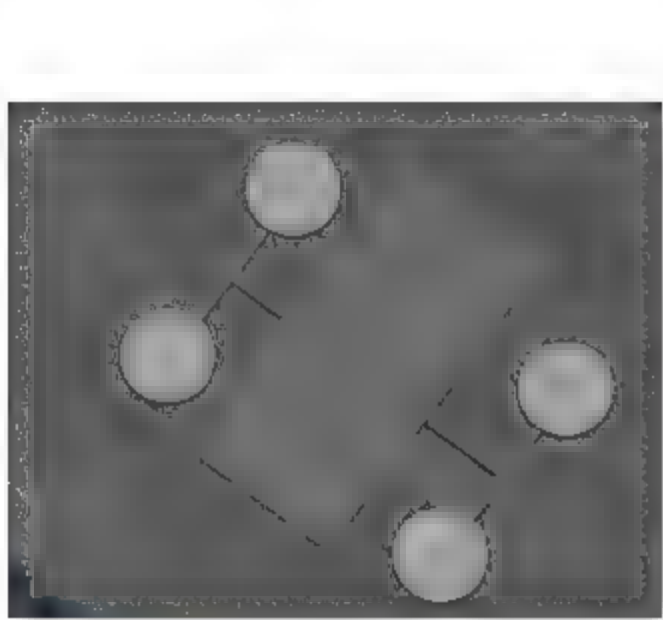
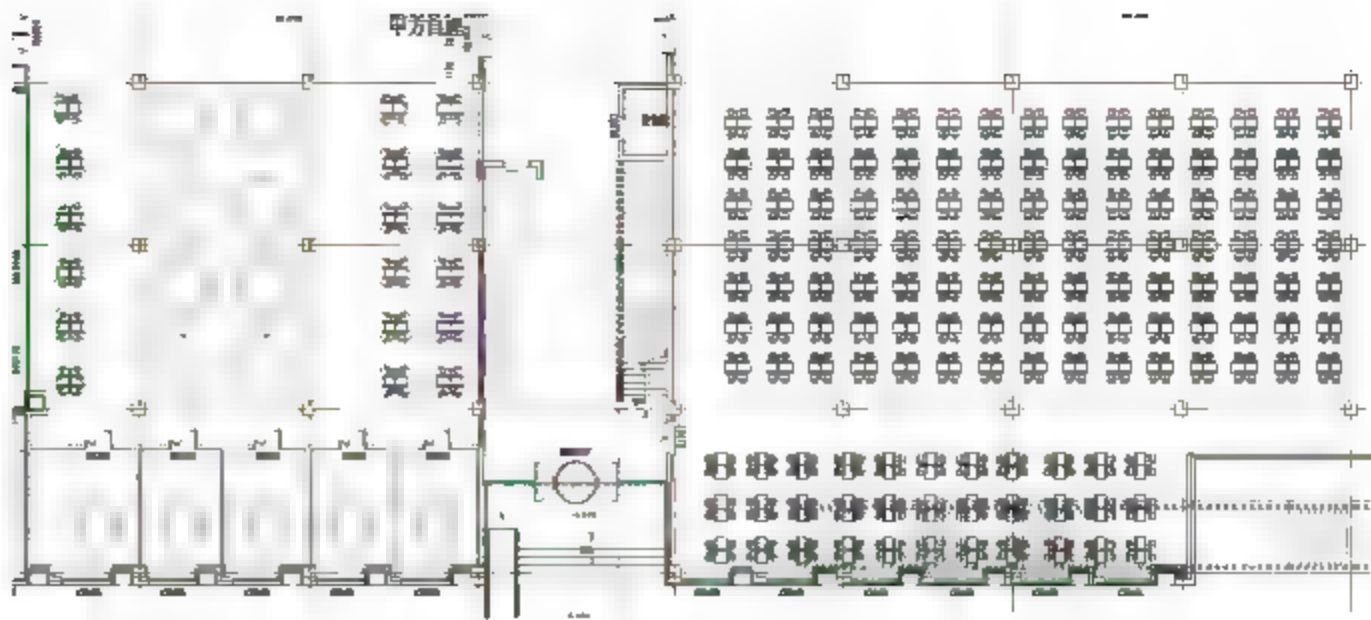

图 10.4.49 插入一套“4 座方形餐座椅”
图 10.4.50 复制其他的“4 座方形餐座椅”
(2) 插入“4座方形餐座椅”。选择“建筑”→“构件”→“放置构建”→“4座方形餐座椅”, 标高设置为“1”层, 偏移量为“0”。将光标移到“4座方形餐座椅”的中心, 单击鼠标, 这样就插入了“4座方形餐座椅”, 三维视图如图 10.4.49 所示。复制其他的“4座方形餐座椅”(也可以一个个插入), 复制完成后如图 10.4.50 所示。